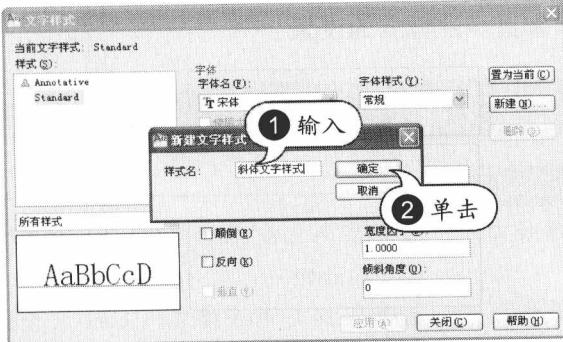

图 1-13 命名文字样式
**STEP 02** 命名文字样式。输入新样式的名称，然后单击“确定”按钮，如图 1-13 所示。